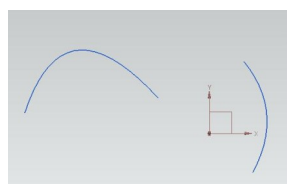
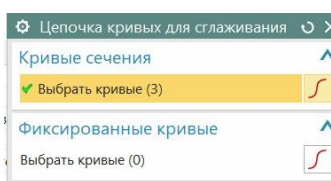
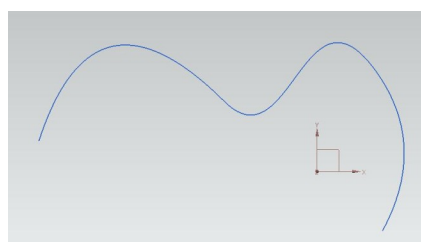

Рис.104
рис.109
рис.110
- Представьте себе две кривые, между которыми присутствует промежуток (рис.104). Кривые могут быть и плоскими, и пространственными. Нужно «гладко» заделать промежуток (рис.110).
- Диалоговое окно этой команды показано на рис.109. Здесь нужно курсором **перечислить** только те фрагменты полученной ранее кривой, которые вы хотели бы видеть в итоге (не нужно указывать незавершенные концы). Итоговая кривая сглаживания (после применения обеих команд) показана на рис.110.
- Результат выделения поверхности показан на рис. 104.
- Поясним эту процедуру на примере. Представьте, что у вас есть *замкнутая оболочка цилиндра*, состоящая из трех её составных частей: два *донца* и одна *боковина* (рис.109 – 112). Как только вы заполните все поля в диалоговом окне рис.113, и кликните по кнопке ОК, содержимое навигатора модели (рис.109, *три грани*) мгновенно превратится в рис.114 (*твёрдое тело*).